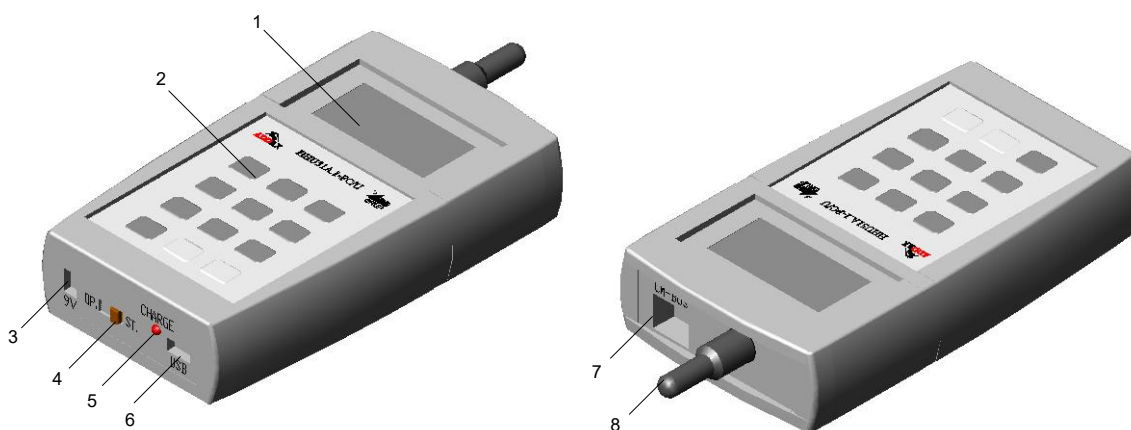

Рис.4.1 Общий вид ННУ
Устройство помещено в прямоугольный пластмассовый корпус (рис. 4.1 и 4.2). На лицевой стороне корпуса расположены: двухстрочный дисплей (1) и 12-кнопочная клавиатура (2). На торцевых поверхностях расположены гнезда для подключения коммуникационных кабелей – USB (6) и CM.BUS или оптоголовки (7), а также разъем для внешнего источника питания.